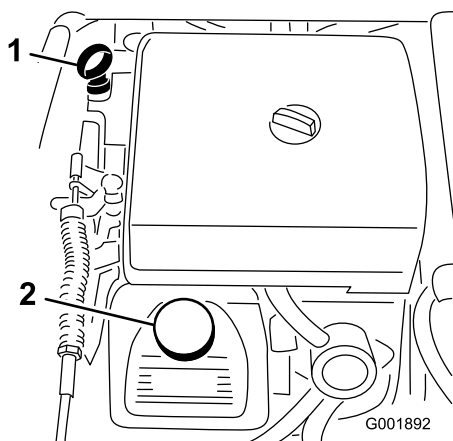

Figura 21
2. Togliete l'asta di livello ed asciugatela con un panno pulito (Figura 21). Inserite l'asta nel tubo e verificate che sia inserita a fondo. Rimuovete l'asta e controllate il livello dell'olio.
3. Se l'olio è insufficiente, togliete il tappo di rifornimento dal coprivalvola (Figura 21) e versate l'olio nel foro finché non raggiunge il segno di pieno (Full) sull'asta; il tipo di olio e la viscosità adatti sono riportati nella sezione Manutenzione dell'olio motore, Manutenzione del motore, pagina 44. Versate l'olio lentamente, controllando spesso il livello durante questa operazione. Non riempite troppo.